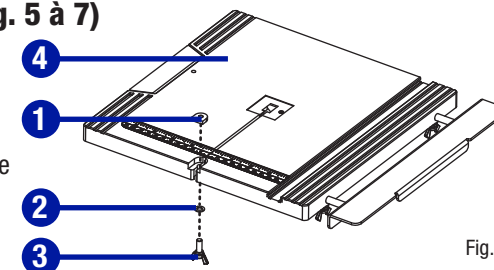

Fig. 5
### ASSEMBLAGE DE LA TABLE DE TRAVAIL (Fig. 5 à 7)
- Retirez l'écrou de type D (1), la rondelle plate (2) et la vis à oreilles (3) du trou situé sur le bord avant de la table de travail (4). (Fig. 5)
- Tenez-vous devant la scie à ruban et glissez la table de travail (4) derrière la lame (5) et à travers la rainure en allant de la droite à la gauche de la table.
- Tenez la table de travail avec votre main gauche et tirez la molette de réglage de l'inclinaison (6) pour l'éloigner de l'armature de la scie. Alignez les dents de l'ensemble porte-table (7) en les faisant pénétrer dans les dents de la molette de réglage de l'inclinaison (6). Relâchez la molette.
- Insérez les goupilles situées sur l'armature dans les rainures de l'ensemble porte-table (7).
- Insérez la rondelle (8) sur l'extrémité fileté du levier de blocage de l'inclinaison de la table (9). Serrez la table de travail contre l'armature de la scie en tournant le levier de blocage de l'inclinaison de la table (9) vers la droite.